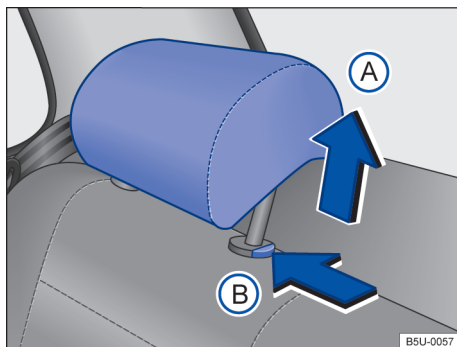

Fig. 60 Apoio para cabeça traseiros: ajustar.
- Empurrar o apoio para cabeça para cima na direção da seta → Fig. 60 (A) ou com a tecla → Fig. 60 (B) pressionada, empurrar para baixo → ⚠️ em *Introdução ao tema* na página 72.